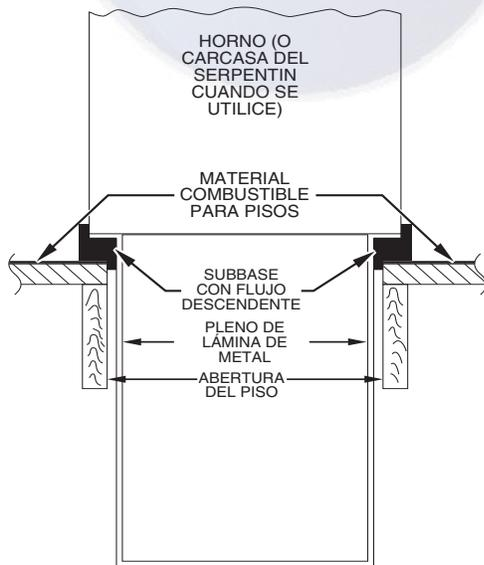
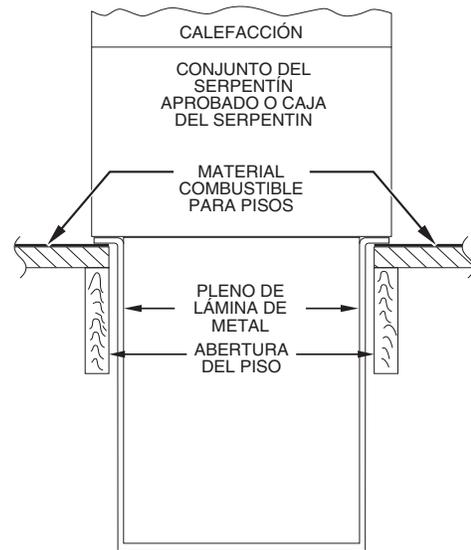

Fig. 12 – Calefactor, cámara y subbase instalados en un piso combustible
Fig. 13 – Conjunto de calefactor, cámara y serpentín o caja de serpentín instalada en un piso combustible
4. Si se utiliza una subbase de flujo descendente, instálela según lo indicado en la Fig. 12. Si se utiliza el serpentín de evaporación en carcasa o la carcasa del serpentín de evaporación del fabricante, instale según se indica en la Fig. 13.